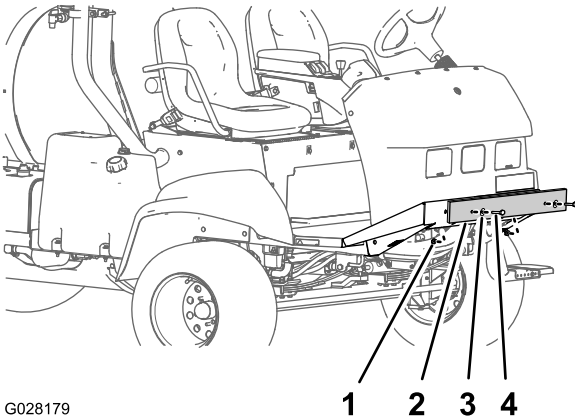

Figure 9
1. Retirez les boulons, les rondelles et les écrous qui fixent l'amortisseur d'expédition à la plaque de châssis avant (Figure 9).
2. Déposez l'amortisseur d'expédition de la machine (Figure 9).